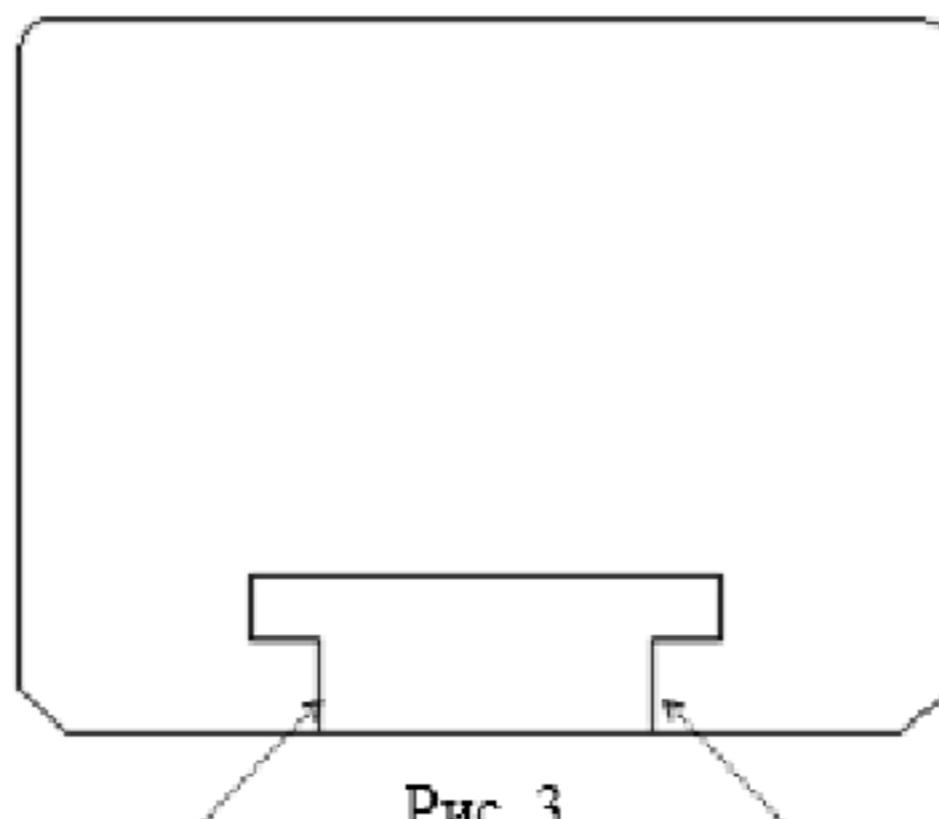

Рис. 3
3. Тем самым AutoCAD приглашает вас указать граничные объекты. Выберите с помощью мыши примыкающие к нижнему краю пластины вертикальные отрезки, образующие выемку (на рис.3 на них указывают стрелки). Чтобы создать набор из нескольких объектов, удерживайте нажатой клавишу Shift, по окончании выбора нажмите <Enter>. Программа отобразит такое приглашение: